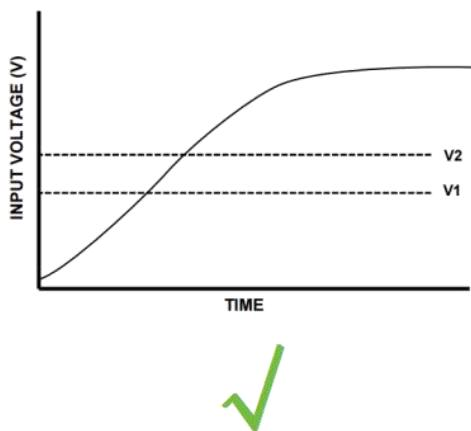
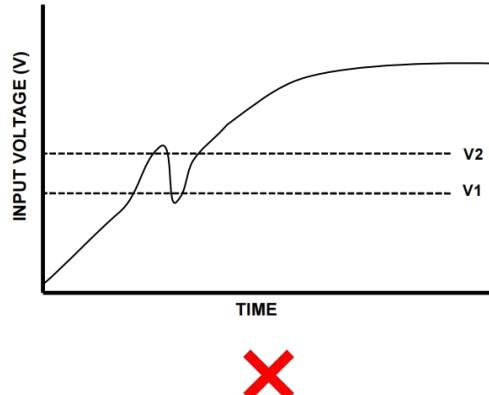

图 3-19 单调性电源
图 3-20 非单调性电源
iSMK 和 FD1X5 系列驱动器在进行电源上电时必须使用图 3-19 所示的单调性电源，如果使用了图 3-20 所示的非单调性电源，在偏差接近任何阈值电压时，非单调性斜坡可能会引起驱动器启动异常等问题，从而发生错误故障。
- 图 3-19 和图 3-20 中标注的 V1 表示 10V 电压，V2 表示 17V 电压。